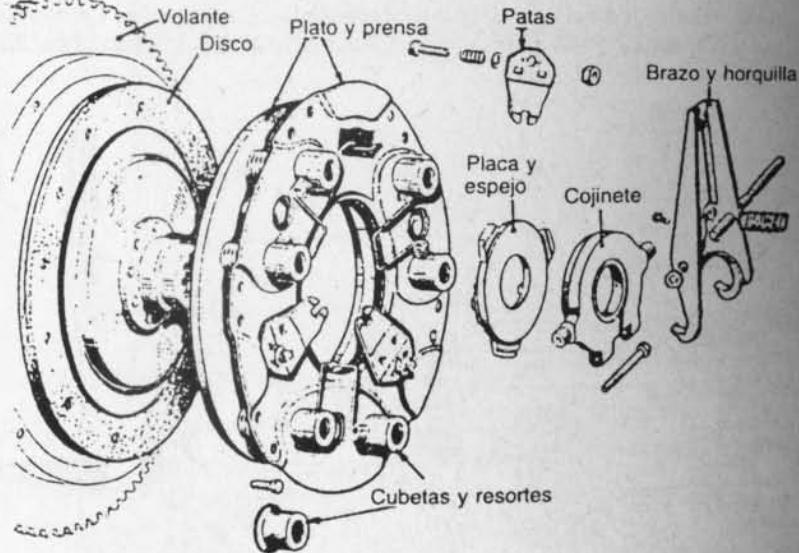

Fig. 5-2.- Disco y prensa de embrague
**2. Embrague simple.**— Se compone de un disco cubierto de balatas que se monta al volante, centrado por su eje y cargado por la prensa, con seis resortes de expansión (Fig. 5-2). La prensa es accionada por un cojinete con disco de grafito, que presiona sobre el espejo y patas, para que levanten la prensa, desembragando el motor del resto del sistema de propulsión. Cuando se suelta el pedal de embrague, la prensa carga sobre el disco, que lo presiona sobre el volante, recibiendo la energía y rotación del motor, que transmite por su eje a la caja de cambios. Al pisar el pedal se retira la prensa, dejando libre el disco del embrague y su respectivo eje, para poner las distintas velocidades de la caja de cambios. Moviendo la tuerca de ajuste del cable de accionamiento de la horquilla del embrague, se regula el juego libre del pedal en 20 a 25 mm.